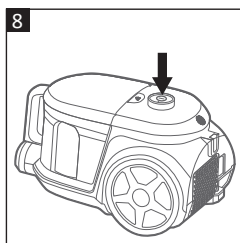

Fig. 8
- Appuyez sur le bouton marche/arrêt (13) pour mettre l'aspirateur en marche (**Fig. 8**).
1. Appuyez sur le bouton marche/arrêt (13) pour éteindre l'aspirateur (**Fig. 8**).